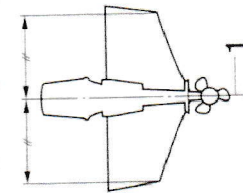

Рис. 3. Последовательность установки (1)
- 1) Навесить подвесной мотор на кормовую доску лодки и расположить на центральной оси (См. Рис. 3).